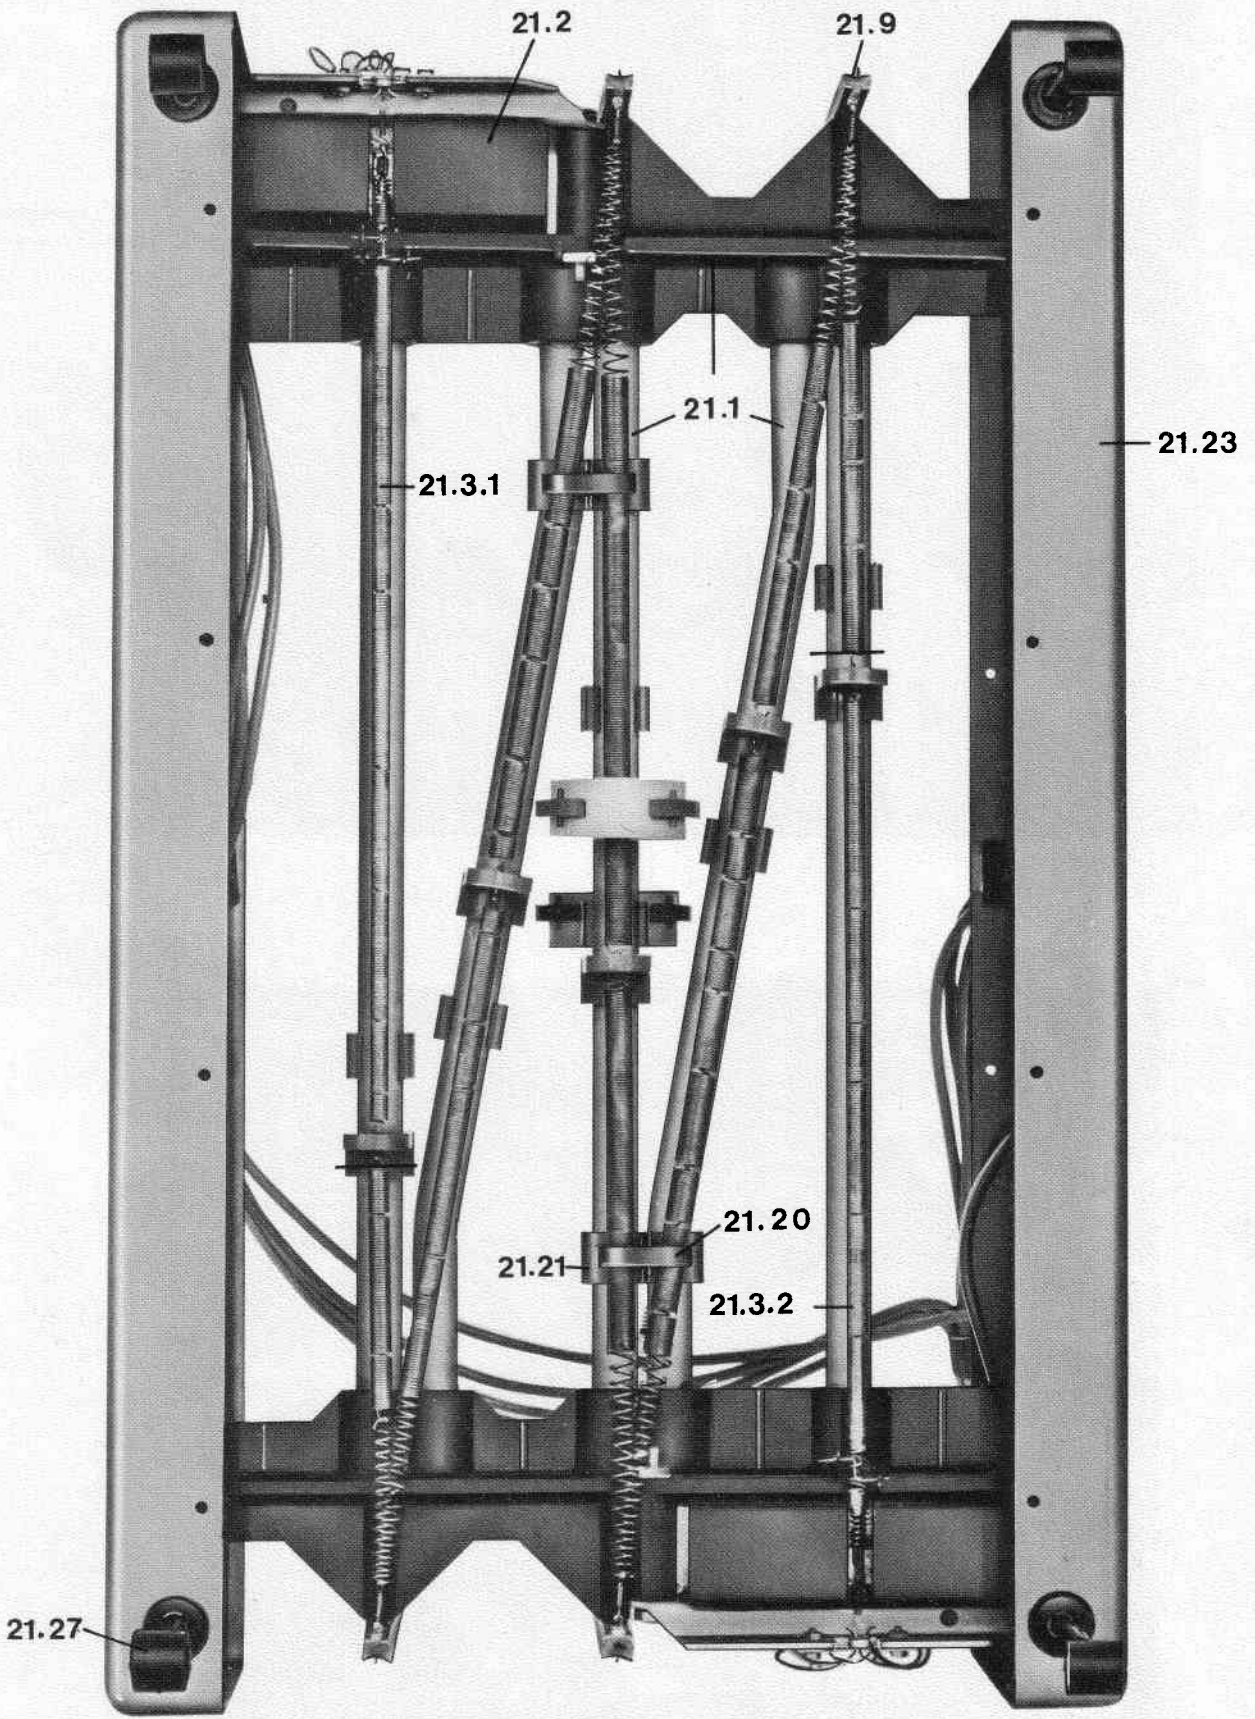

Abb. 6
- 8.1.2 daß sich die ineinanderlaufenden Federn bei den Umlenkungen nicht berühren (siehe Abb. 6).
- 8.1.2 the individual springs should not touch each other at the deviation points (see fig. 6).
8.2.5 Federende abzwicken (siehe Trennungsstrich Abb. 6 )
advice in fig. 6 )